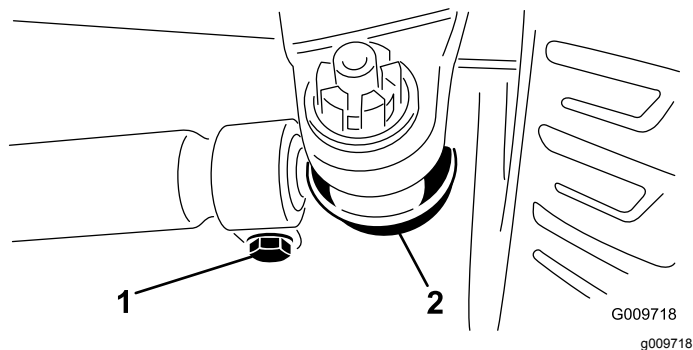

Bild 73
2. Entfernen Sie den Splint und die Mutter von einem der Spurstangen-Kugelgelenke (Bild 73). Entfernen Sie das Spurstangen-Kugelgelenk vom Achsständer.
3. Lockern Sie die Klemmen an beiden Enden der Spurstangen (Bild 73).